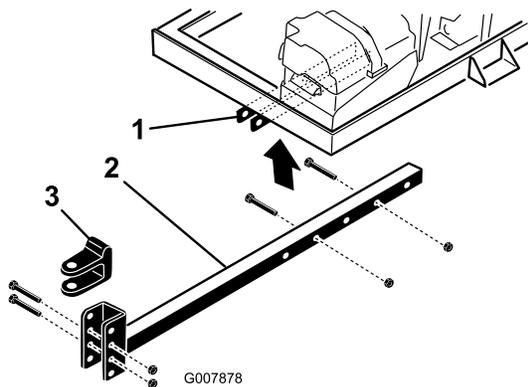

Рисунок 5
2. Вставьте трубу сцепного устройства в кронштейны рамы (Рисунок 5). Прикрепите трубу к раме с помощью двух болтов (3/8 x 3 дюйма) и фланцевых гаек (3/8 дюйма)
- Отверните болты и контргайки крепления вилки сцепного устройства (Рисунок 5) к его трубе.
- Отверните болты и контргайки крепления трубы сцепного устройства к кронштейнам рамы (Рисунок 5).